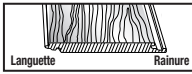

Figure 7
- En commençant à partir de la **GAUCHE**, rainure face au mur (figure 7), mettez avec précaution la première planche en place (figure 8). Utilisez des cale-clavettes ou des chutes de 13 mm (1/2 po) (figure 9) le long du mur pour la maintenir en place tout en laissant l'espace requis en prévision de la dilatation.
- En commençant à partir de la GAUCHE, rainure face au mur, mettez avec précaution la première planche en place. Utilisez des cale-clavettes ou des chutes de 6 mm (1/4 po) (figures 7, 8, 9) le long du mur pour maintenir la planche en place tout en laissant l'espace requis en prévision de la dilatation.